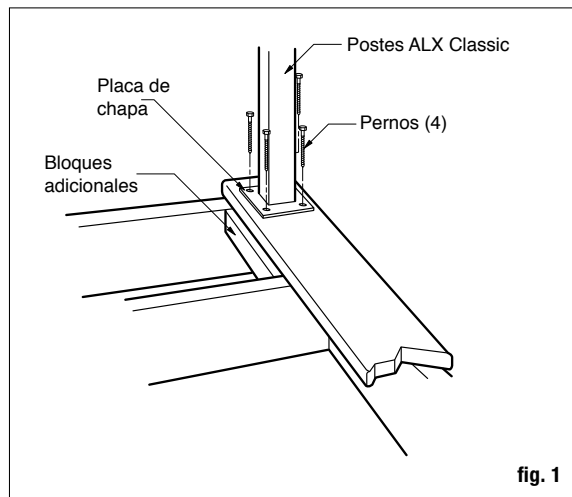

fig. 1
Paso 1 Instale los postes anexando la base de aluminio a la superficie de la terraza. Coloque el poste de forma tal que los bastidores del sujetador encajen en las vigas del piso y asegúrese de que los tablones estén encajados firmemente a la viga en la ubicación de los postes. De ser necesario, utilice bloques de madera como refuerzo debajo de los tablones donde van los postes. Los sujetadores que sostienen la base de los postes a la superficie deben poderse asegurar a las vigas o llaves de refuerzo, no solo a los tablones en sí. *Nota: Al instalar los postes de aluminio sobre una superficie de madera, los tornillos deben estar enroscados al menos 3 pulgadas dentro de madera sólida. Terrazas de 5/4 o 1 1/2 pulgadas no tienen suficiente material para una instalación segura. De ser necesario, agregue material adicional a la parte inferior de la superficie (fig. 1).*
Paso 3 Reposicione el ensamblaje de postes sobre los orificios pretaladrados e inserte los sujetadores (no incluidos). (fig. 1) Sujetadores recomendados: 4 – Tornillos tirafondo de acero inoxidable de 5/16 x 4 pulgadas o más.